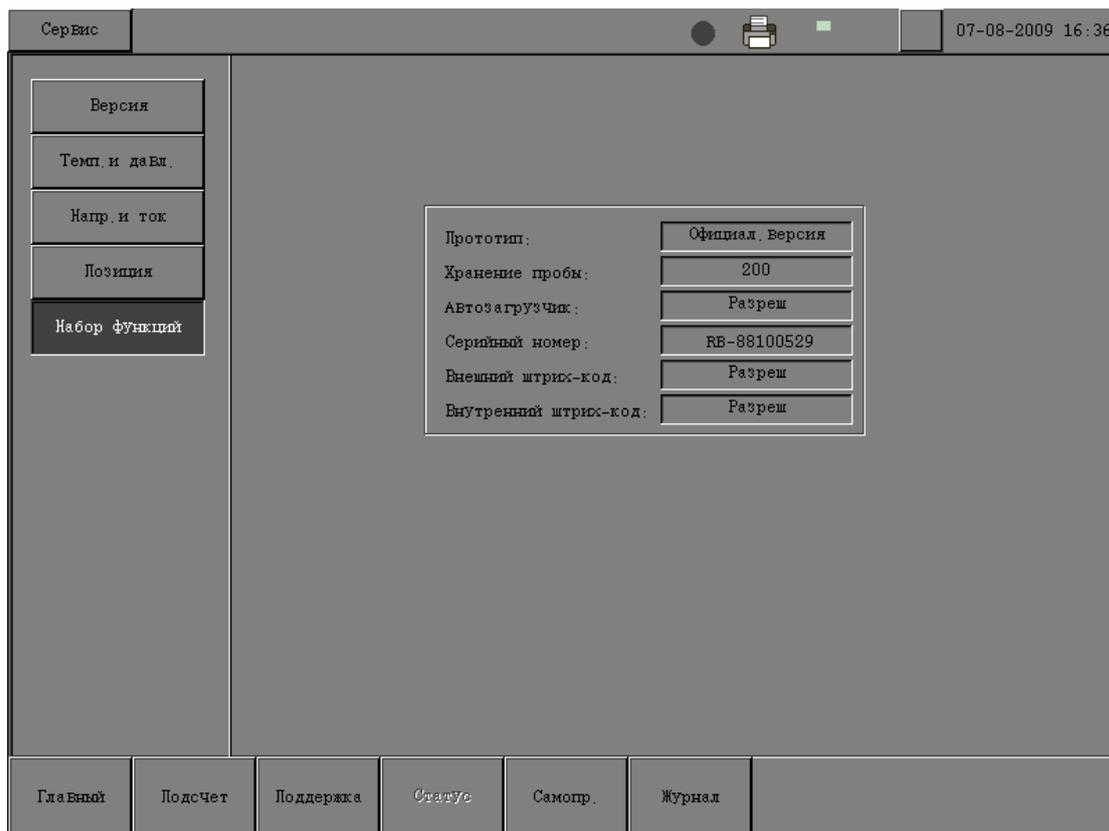

Рисунок 10-35 Экран «Набор функций»
- На экране «**Статус**» **НАЖМИТЕ** кнопку «**Набор функций**», чтобы открыть следующий экран (Рисунок 10-35).